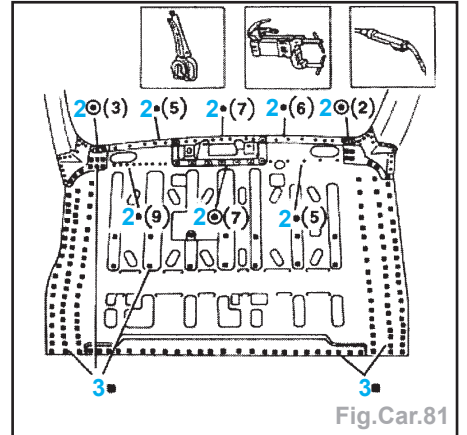

Fig.Car.81
- Mettre en place le plancher (Fig.Car.81).
- Effectuer des soudures (Fig.Car.81) :
- par points (2),
- en remplissage (3) dans les trous.